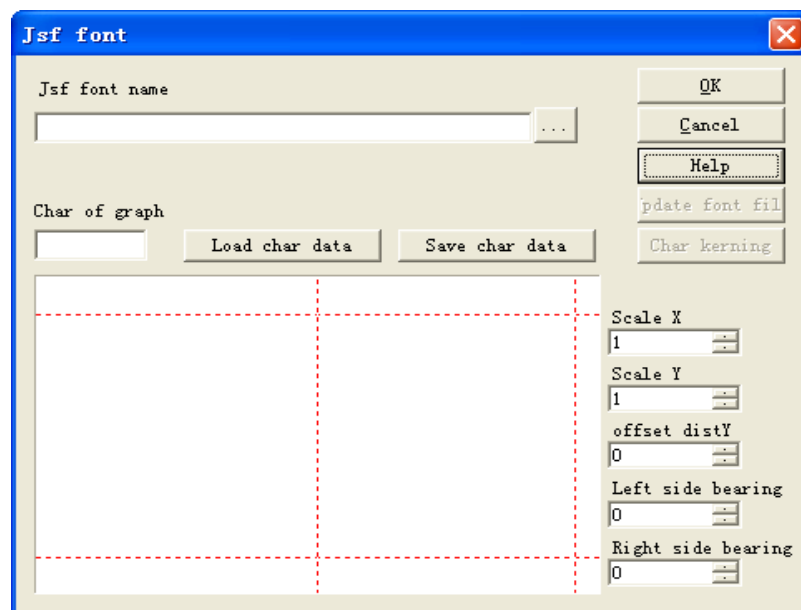
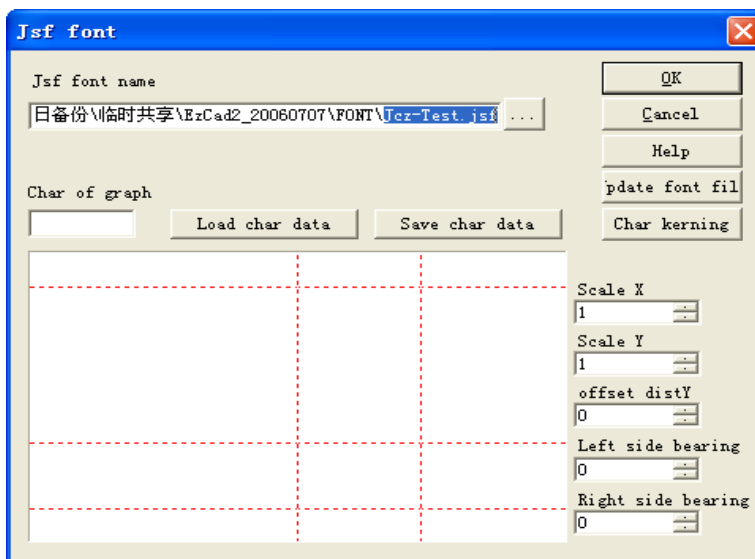
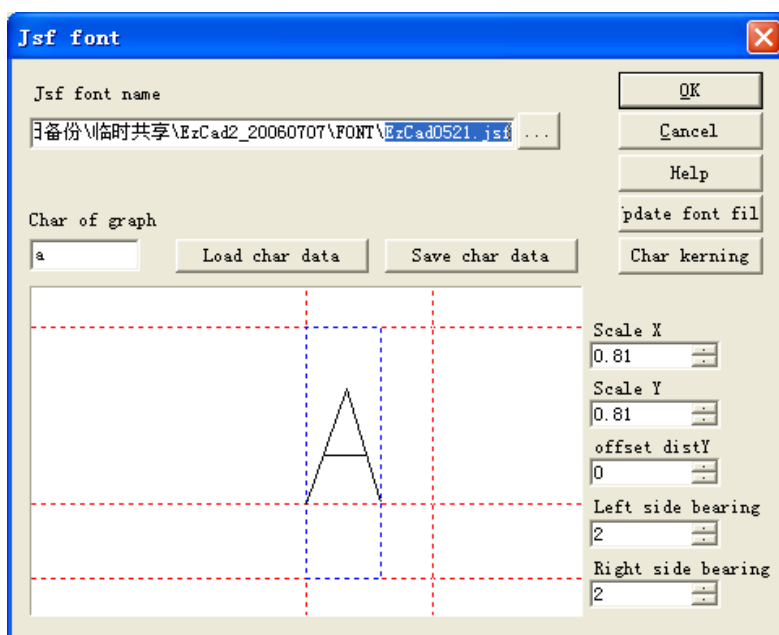

Рис. 5-17. Шрифт JSF.
Рис. 5-19. Выбор файла шрифта.
Рис. 5-23. Сохранение.
На Рис. 5-17 показаны две неактивные функциональные клавиши «Update font file» (обновить файл шрифта) и «Char kerning» (кернинг символов). Далее требуется выбрать название библиотеки шрифтов jsf, функциональная кнопка  находится справа от окна ввода. При нажатии клавиши  появляется окно диалога открытия файла -> Выбор названия библиотеки шрифтов, которую требуется исправить-> Нажать «ОК» (будет указан путь к файлу), как показано на Рис. 5-19:
показанное на Рис. 5-17. Нажмите кнопку:  и найдите каталог шрифтов программы «EzCAD» в окне, введите «EZCAD0521», щелкните кнопкой для отображения следующего окна диалога, Рис. 5-23 .
соответствующие позиции символа «а», Рис. 5-23:
1. Нажмите «JSF fonts» (шрифты JSF) в меню «Modify» (модификация), появится окно диалога шрифтов JSF, показанное на Рис. 5-17 -> Нажмите кнопку:  , откроется диалог поиска пути к файлу: «EzCAD\font» -> Введите «EZCAD0521» -> Щелкните кнопкой.